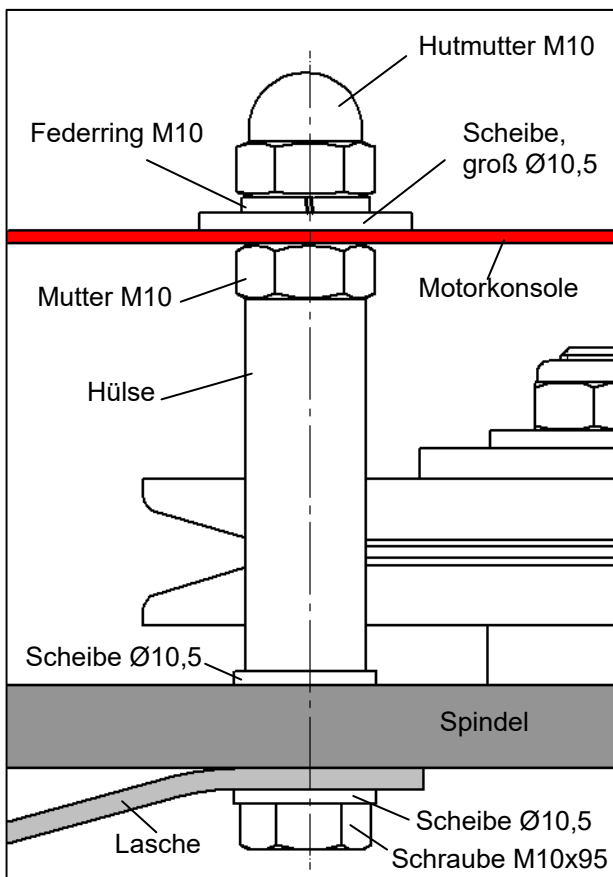

Abbildung 9 (nach dem Zusammenbau)
8. Als Nächstes befestigen Sie die Lasche mit der Schraube M10x95, den Scheiben Ø10,5, der Hülse und der Mutter M10 an die Spindel. Ziehen Sie die Mutter M10 unterhalb der Motorkonsole fest an. Dann drehen Sie die Hutmutter M10 mit der Scheibe groß Ø10,5 und dem Federring M10 auf das Gewinde der Schraube M10x95 und ziehen sie diese ebenfalls fest an (siehe Abbildung 9). Wiederholen Sie den Vorgang bei der anderen Lasche.